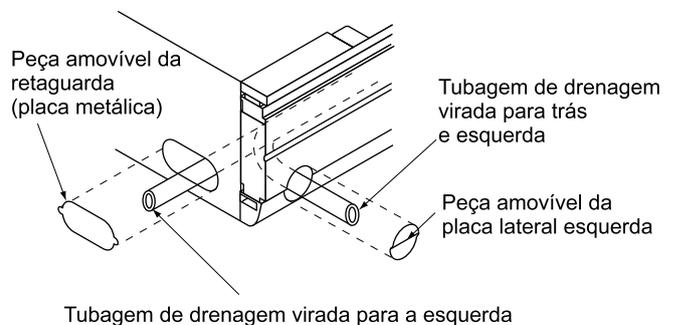

Fig. 20
**(1) Realize a tubagem de drenagem**
- É possível escolher a direcção da saída do tubo de drenagem entre traseira direita, direita, traseira esquerda e esquerda. Para obter informações sobre a direcção direita traseira e direita, consulte "TUBULAÇÃO DE REFRIGERANTE", e para a direcção esquerda traseira e esquerda, consulte a fig. 20.